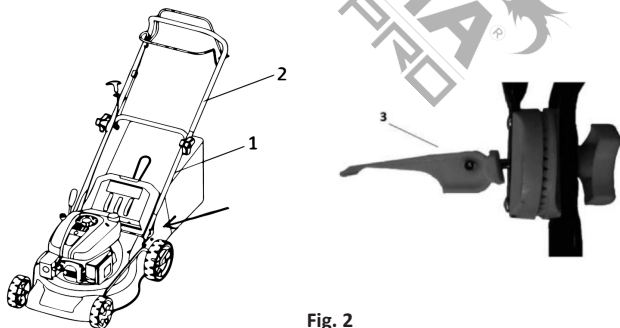

Fig. 2
- Introduce la parte inferior del mango (fig. 2 - elemento 1) en el orificio correspondiente del cortacésped (véase la flecha) y fíjala con 4 tornillos: dos a cada lado del mango.
- Une la parte superior del mango (fig. 2, punto 2) a la parte inferior del mismo con los tornillos suministrados, utilizando el cierre rápido de las tuercas (fig. 2, punto 3).